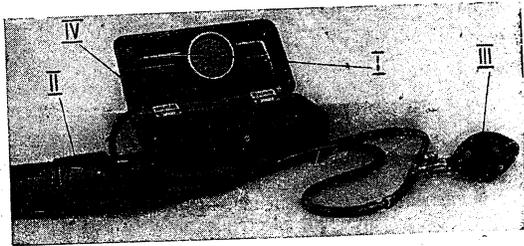

Рис. 1.
Тонومتر состоит из 3 основных частей (рис. 1): манометра (I), манжеты (II) и пневматического нагнетателя (III).
Мембрана (9, рис. 2-а), помещенная в корпусе (1), через металлическую трубку (10), оливу (2), резиновую трубку и манжету (II, рис. 1) соединяются с пневматической нагнетателем (III, рис. 1). Манометр при помощи пружинного зажима и его ушков (4) может быть подвешен или прикреплен к одежде пациента.
Манжета (II, рис. 1) представляет собой резиновый мешок, вложенный в защитный матерчатый чехол, имеющий длинный суженный шлейф для плотного закрепления манжеты на руке.